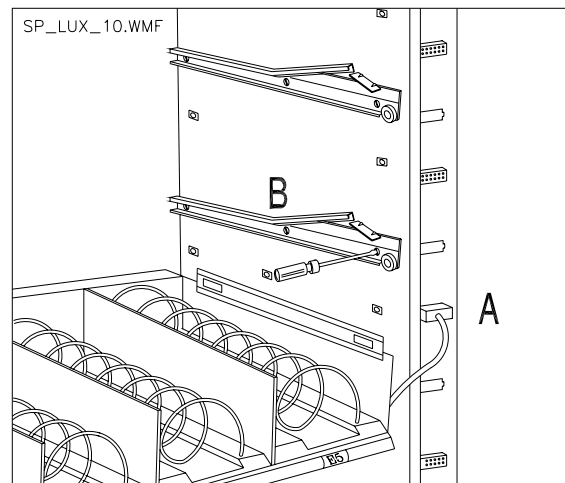

Abb. 9
- 3) Den elektrischen Verbinder -A- ausschalten, Abb. 9.
- 3) Den elektrischen Verbinder -A- einsetzen, Abb. 9.
9.5 ÄNDERUNG DER SCHUBLADENANZAHL (Abb. 9)
- 5) Die Verbinder verstellen, Ref. A Abb. 9, die sich auf den Rand des Gehäuses befinden.